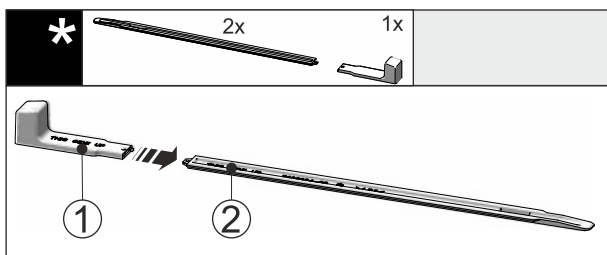

Fig. 50
- Futni dorezën e montimit Fig. 50 (1) në shinën e nivelimit Fig. 50 (2).